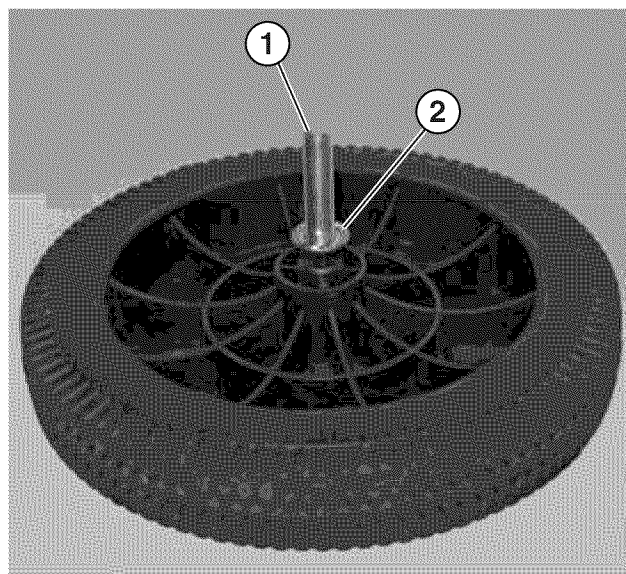

Figura 7 – Colocación de la tuerca de brida dentada exterior WP2500
3. WP2500 únicamente: Instale el perno de brida del eje de rueda M12 x 105 mm a través de la rueda (Ver Figura 7).
4. WP2500 únicamente: Enrosque la tuerca de brida dentada M12 al perno con los bordes dentados orientados en sentido contrario a la rueda. Apriete la tuerca (Ver Figura 7).